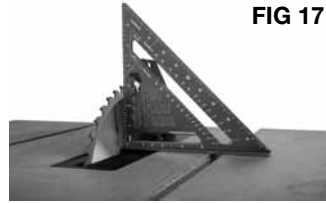

FIG 17
2. Élevez la lame à la position la plus élevée possible en tournant la volant de réglage de la lame (12) dans le sens antihoraire.
3. Desserrez le bouton de verrouillage de biseau (10). Pousser la roue de commande de lame (1) et tournez à droite aussi loin que possible.
4. Mettez une équerre à plat sur la table et à plat contre la lame afin de déterminer si la lame est à un angle de 90° à la table. Voir la figure 17.